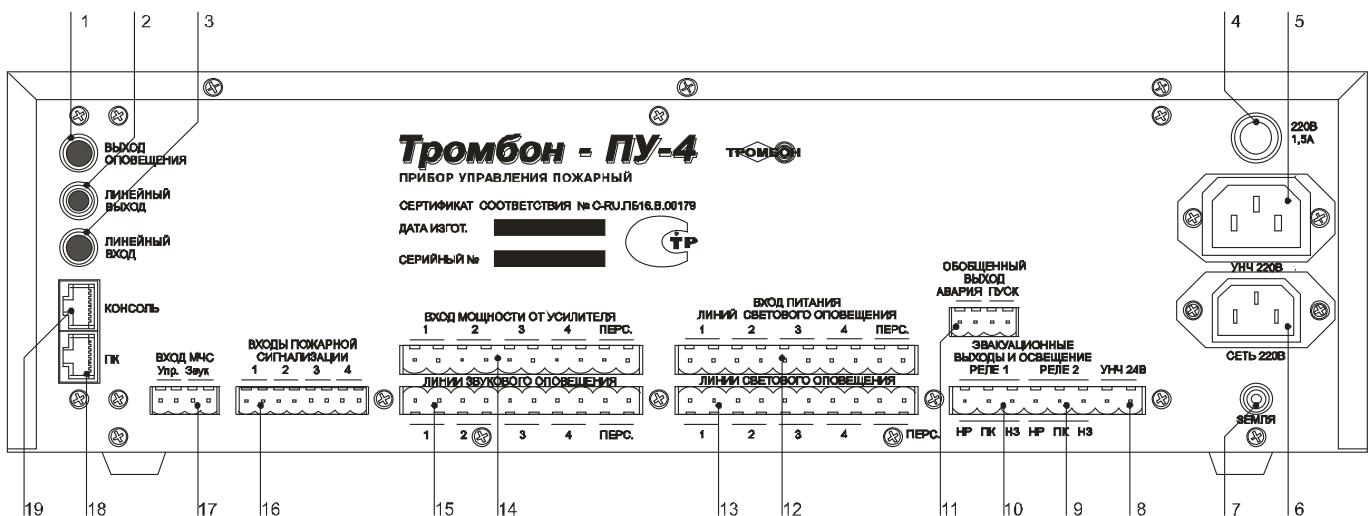

Рис. 2. Прибор управления пожарный «Тромбон - ПУ-4», вид со стороны задней панели.
5.1.1. Аналоговое подключение через «Входы пожарной сигнализации» (рис. 2, поз. 16).
5.1.2. Цифровое подключение к сопряженной комплексной системе безопасности выполняется через последовательный порт «ПК» кабелем «Витая пара» (интерфейс RS485 рис. 2 поз. 18). Назначение контактов последовательного порта «ПК» приведено в Приложении 3.
Прибор имеет специальный «Вход МЧС» (рис. 2, поз. 17). Вход предназначен для стыковки с блоком централизованного запуска системы оповещения МЧС (БЦЗ-166 или аналогичными). Вход выполнен в виде 4-х контактного разъема. К данному разъему подключены логический вход управления Прибора (реагирующий на замыкание контактов) и вход звукового сигнала (уровень 0,775В).
#### 5.3. Подключение удаленных консолей. Для подключения консолей на задней панели ППУ расположен специальный порт «Консоль» (рис. 2, поз. 19).
- Разъем «Линейный вход» (рис. 2, поз. 3) предназначен для подключения к Прибору источника музыкальных программ. Вход стереофонический, используется только в режиме звукового вещания. Максимальное входное напряжение сигнала на данном входе – 250 мВ.
- Разъем «Выход оповещения» (рис. 2, поз. 1) предназначен для подключения звуковых сигналов от Прибора к входу «Оповещения» усилителя мощности. Сопротивление входа усилителя должно быть не менее 600 Ом. Максимальное напряжение звукового сигнала на данном выходе Прибора – не более 250 мВ. Схема подключения к усилителю мощности приведена в Приложении 6.
- Разъем «Линейный выход» (рис. 2, поз. 2) предназначен для подключения стереофонических звуковых сигналов от Прибора к входам усилителей мощности. Выход используется при необходимости реализации на объекте стереофонического вещания, например для озвучивания кафе. Напряжение звукового сигнала на данном выходе не более 250 мВ.
- Разъем «Линии звукового оповещения» (рис. 2, поз. 15) предназначен для подключения линий связи со звуковыми оповещателями. Всего Прибор имеет пять выходов. Первые 4 выхода предназначены для четырех зон общего оповещения, пятый выход «Перс.» предназначен для зоны первоочередного оповещения персонала. Прибор обеспечивает контроль исправности линий связи. Контроль исправности может быть отключен программно. Схема подключения линий звукового оповещения к Прибору управления «Тромбон – ПУ-4» приведена в Приложении 6.
- Разъем «Вход мощности от усилителя» (рис. 2, поз.14) предназначен для подключения звуковых сигналов с выходов усилителей мощности. У Прибора имеется 5 независимых входов (по одному для каждой зоны). К данным входам Прибора допускается подключение усилителей мощности с выходными напряжениями от 15 до 240В, в зависимости от характеристик выбранных звуковых оповещателей. Прибор позволяет использовать для разных зон разные усилители, а также выходы усилителя с различными напряжениями. Схема подключения линий звукового оповещения и выходов усилителей мощности к Прибору управления «Тромбон – ПУ-4» приведена в Приложении 6.
- Разъем «Вход питания линий светового оповещения» (рис. 2, поз. 12) предназначен для подключения источников питания для световых оповещателей. В Приборе допускается подключение для разных линий оповещения различных источников питания с напряжениями от 12В до 220В, в зависимости от выбранных типов световых оповещателей. Схема подключения источников питания и световых оповещателей к ППУ приведена в Приложении 7.
- Разъемы «Линии светового оповещения» (рис. 2, поз. 13) предназначены для подключения линий связи со световыми оповещателями. Прибор обеспечивает контроль исправности линий связи. Контроль исправности может быть отключен программно. Схема включения линий светового оповещения приведена в Приложении 7.
5.7. Подключение эвакуационного освещения и замков эвакуационных выходов выполняется через разъем «Эвакуационные выходы и освещение» (рис. 2, поз. 9, 10).
5.9. Разъем «Сеть 220В» (рис. 2, поз 6) предназначен для подключения Прибора к сети питания переменного тока 220В 50Гц.
5.10. Подключение питания 220В на усилитель мощности выполняется через разъем «Питание усилителя 220В» (рис. 2, поз. 5). Напряжение на этом разъеме появляется при переходе Прибора из «Дежурного режима» в режимы «Тревога», «Экстренный запуск», «Трансляция МЧС», «Звуковое вещание» или «Звуковое вещание от удаленной консоли». В зависимости от мощности и количества усилителей в системе оповещения подключение питания к ним возможно двумя способами:
5.11. Подключение резервного питания 24В на усилитель мощности выполняется через разъем «Питание УНЧ 24В» (рис. 2, поз. 8). Контакты этого разъема замыкаются через реле при переходе Прибора
Звуковые сигналы, подаваемые на «Линейный вход» Прибора (рис. 2, поз 3), коммутируются на два выхода: «Выход оповещения» (рис. 2, поз. 1) и «Линейный выход» (рис. 2, поз 2).
Вход в режим «Трансляция МЧС» выполняется по команде, поступающей от БЦЗ, на вход управления МЧС Прибора (рис. 2, поз. 17). Команда представляет собой замыкание контактов «Упр.» на входе «МЧС» Прибора на все время трансляции. В режиме «Трансляция МЧС» Прибор управления включает основное и резервное питание усилителя мощности, включает все линии звукового оповещения и коммутирует сигнал от входа МЧС «Звук» на линейный выход Прибора. При этом зажигаются индикаторы «Оповещение зон» и индикатор «МЧС» на передней панели Прибора (рис. 1, поз. 9 и 13).
- 1) получением «Командного сигнала» от ППКП (замыкания) на любом из «Входов пожарной сигнализации» Прибора (рис. 2, поз 16) или срабатыванием пожарных извещателей на шлейфах, подключенных к этим входам;